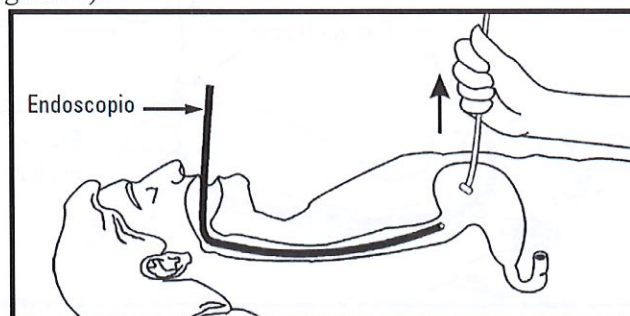

Figura 12
- Tire de la sonda para GEP hasta que el soporte interno se asiente a la perfección contra la mucosa gástrica. Confirme la colocación mediante el endoscopio. Evite una tensión excesiva (Figura 12).